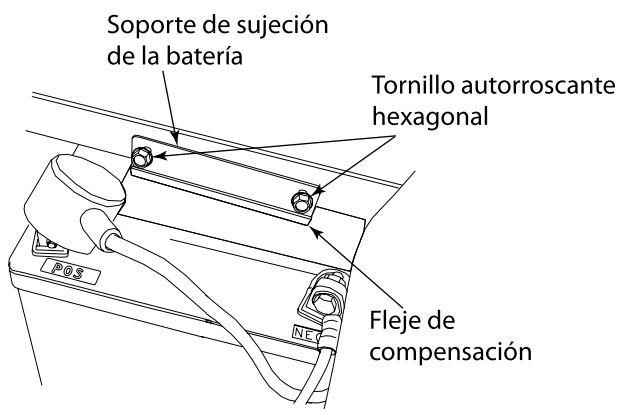

Figura 7-1
- Quite los dos tornillos autorroscantes hexagonales del soporte de sujeción de la batería y retire el soporte. Preste atención para no perder el fleje de compensación de la base del soporte. Vea la Figura 7-1.